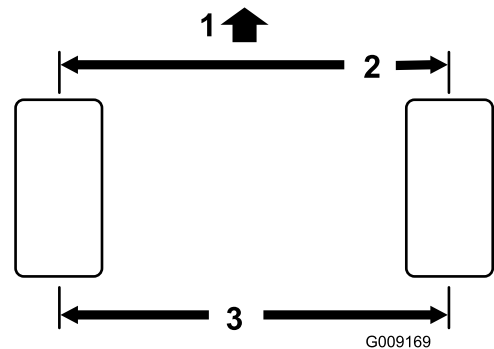

Figure 48
5. Mesurez la distance entre les roues avant à hauteur d'essieu, à l'avant et à l'arrière des roues (Figure 48).